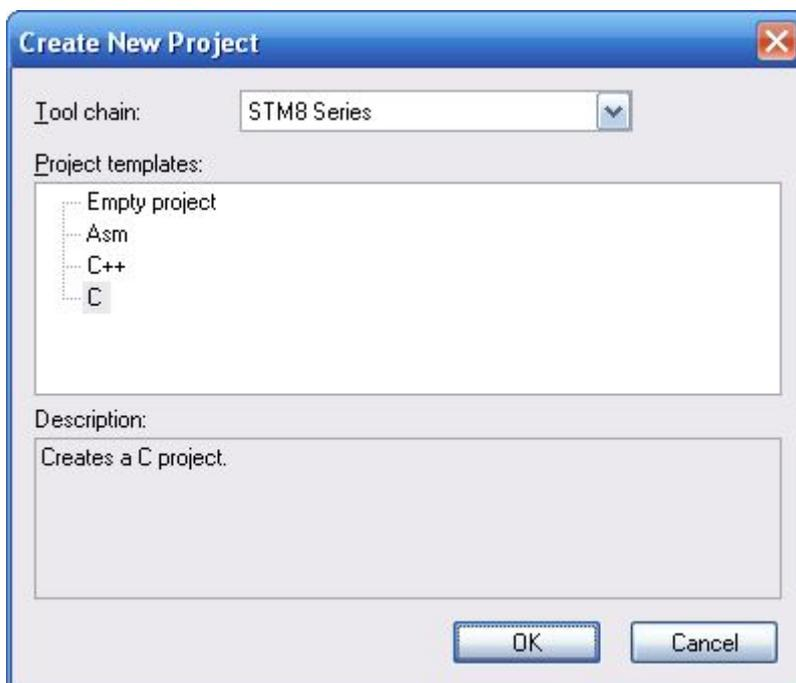
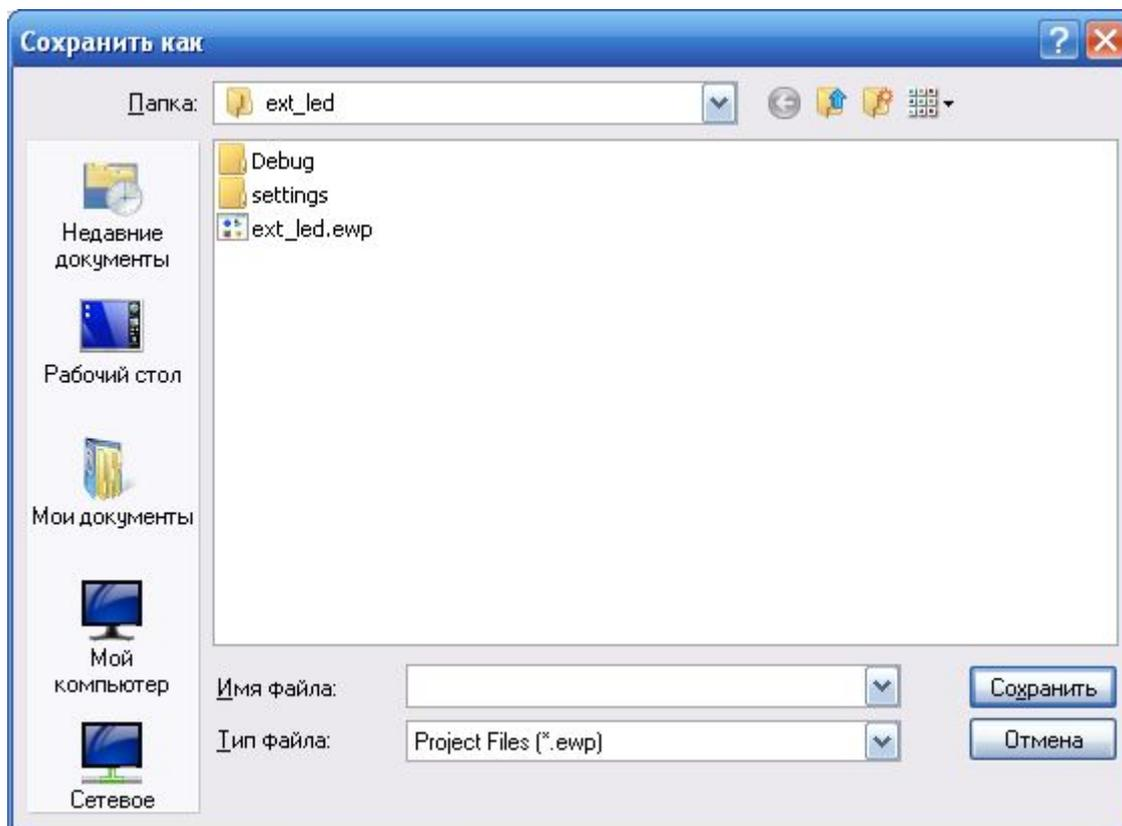

Рис. 2.3. Окно выбора языка программирования и микроконтроллера
Рис. 2.4. Окно сохранения проекта
4. В появившемся окне (рис. 2.3) выбираем шаблон для языка C и тип микроконтроллера и далее сохраняем рабочую область – *Workspace* (рис. 2.4).